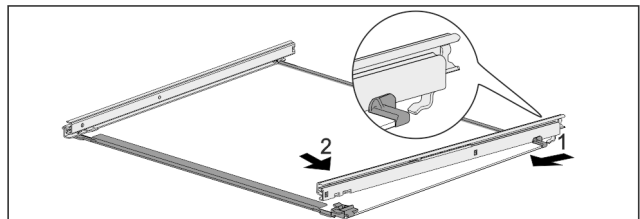

Fig. 85 Glassplate med skinner
- ▶ Hekt inn skinne bak. Fig. 85 (1)
- ▶ Hekt inn skinne foran. Fig. 85 (2)